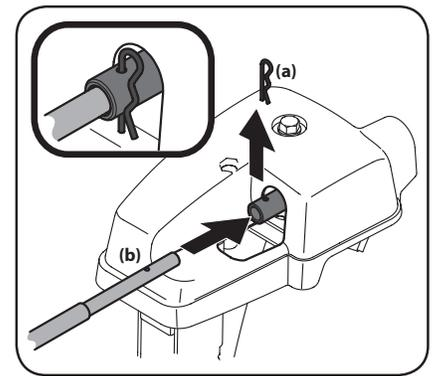

Figura 2-32
4. Retire el sujetador de horquilla (a) de la parte posterior del conjunto del control del canal. Consulte Figura 2-32.
5. Inserte el eje flexible (b) que se extrajo de la manija inferior durante el Montaje de la manija, en la parte posterior del cabezal de control direccional del canal. Consulte Figura 2-32. Sujete la varilla de control del canal al conjunto del control del canal con el sujetador de horquilla (a) que extrajo en el Paso 4.